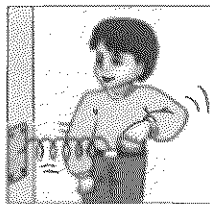

Рис. 1
1. Хлопчик розтягує рукою пружину (рис. 1). Яка сила виникає при цьому в пружині? Зобразіть пружину в зошиті, на рисунку покажіть сили, що діють на кільце, за яке тримається хлопчик.